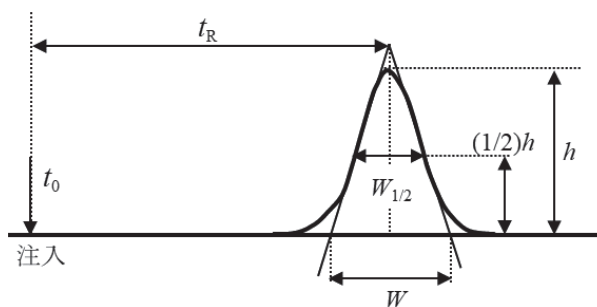

図6 SEC クロマトグラムのピークとパラメータ
カラムを比較・評価するために必要なパラメータとしては、理論段数 (theoretical plate, N) が用いられており¹¹⁾、各社のカラムカタログなどでは必ず記載されている。溶出ピークの模式図を図6に示すが、このピークにおいて、理論段数 (N) は式 (5) で示される。